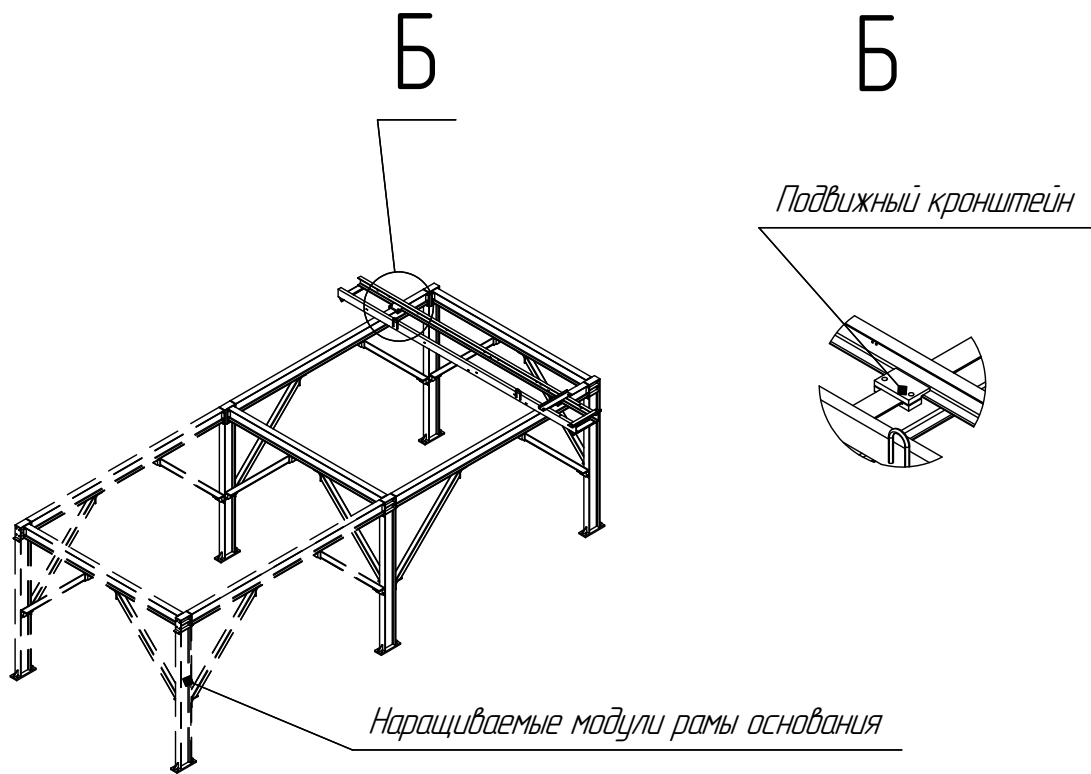

Рис.6
5.6 Рама для крепления электрооборудования крепится к раме основания при помощи четырех подвижных кронштейнов. Это позволяет перемещать раму электрооборудования в поперечном и продольном направлениях и надежно фиксировать ее при помощи болтов. Применение подобного крепления позволяет оперативно менять конфигурацию МО-110 без значительных затрат. Данный способ крепления см. рис.6.